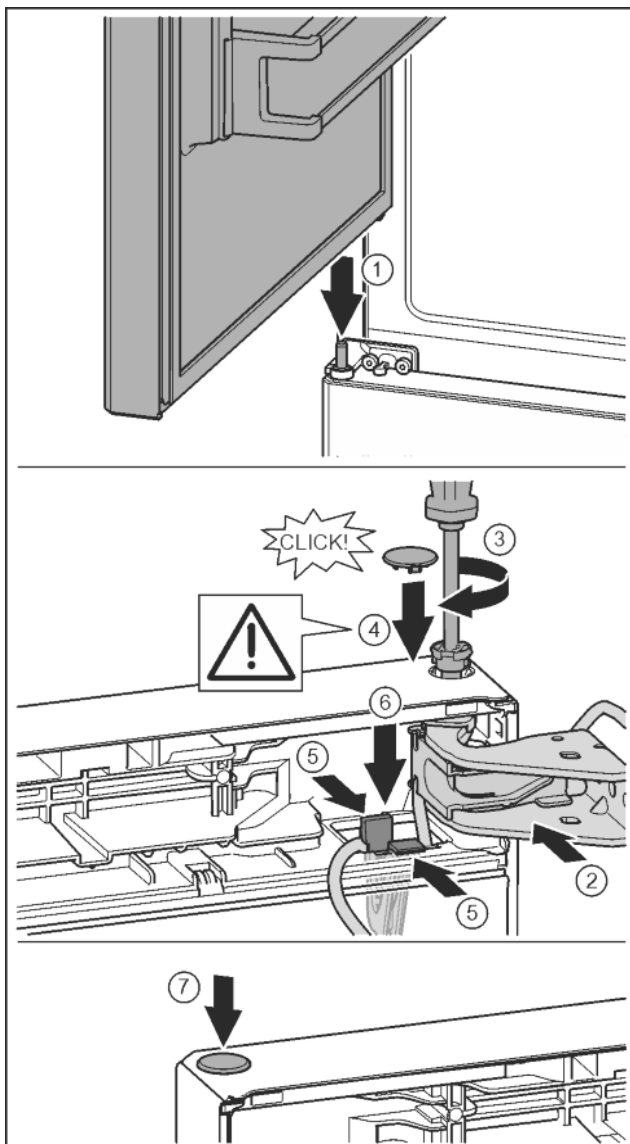

Fig. 35
- ▶ Obere Tür auf mittleren Lagerbolzen setzen *Fig. 35 (1)*
- ▶ Tür oben zur Öffnung im Lagerbock ausrichten. *Fig. 35 (2)*
- ▶ Bolzen einsetzen und mit Schraubendreher T15 festschrauben. *Fig. 35 (3)*
- ▶ Sicherheitsabdeckung zur Sicherung der Tür montieren: Sicherheitsabdeckung einsetzen und kontrollieren ob sie auf der Tür aufliegt. Ansonsten Bolzen vollständig einsetzen. *Fig. 35 (4)*
- ▶ Halter mit daran befestigtem Kabel in Öffnung einsetzen. Dabei muss die Lasche mit der längeren Öffnung nach vorne zeigen. *Fig. 35 (5)*
- ▶ Halter nach unten drücken bis die Lasche einrastet. *Fig. 35 (6)*
- ▶ Stopfen einsetzen. *Fig. 35 (7)*